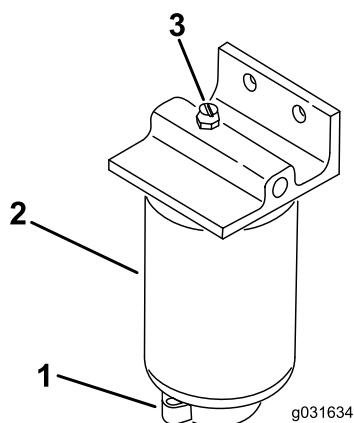

Рисунок 51
2. Ослабьте сливной кран в днище фильтра (Рисунок 51).
1. Очистите область креплений фильтра (Рисунок 51).